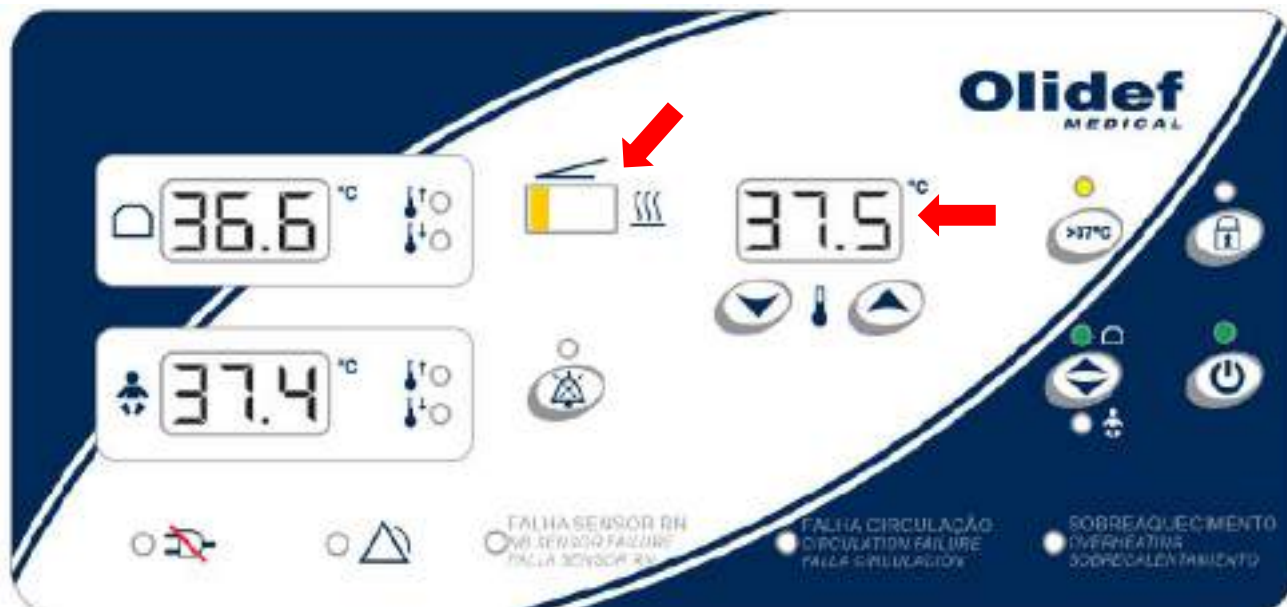

Figura 116 – Valor de temperatura programado para modo AR acima de 37 °C
- O painel possui um indicador proporcional de potência de aquecimento, conforme a figura 116.